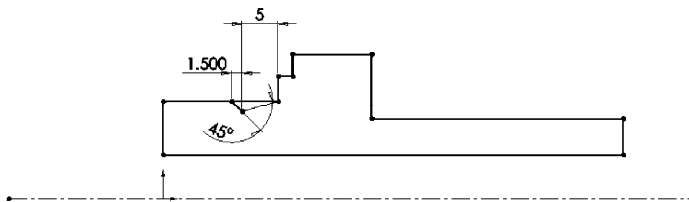

图 2-79 绘制退刀槽处直线
STEP 5 单击“草图”工具栏中的“直线”按钮，绘制如图 2-79 所示直线（可首先捕捉到水平线段和右侧端点绘制直线，然后单击“智能尺寸”按钮为其添加必要的尺寸）。